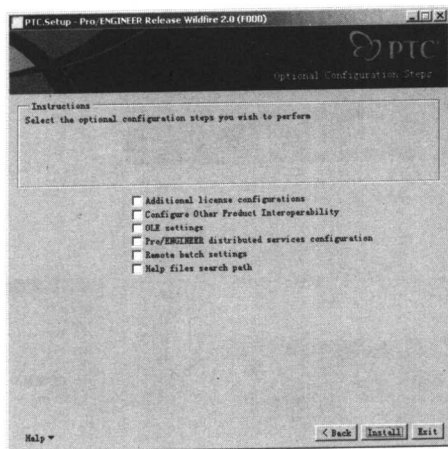
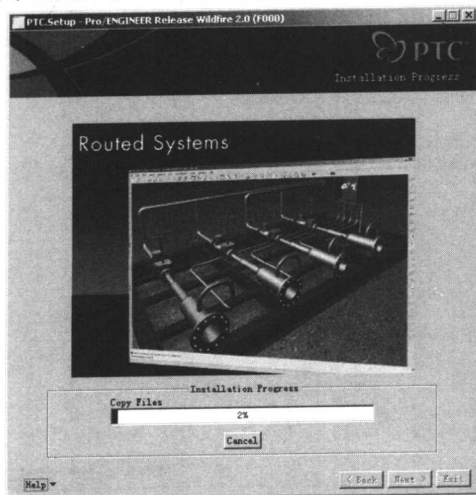

图 1.8 设定可选的运行环境
图 1.9 安装过程
(10) 在如图 1.8 所示的对话框中选择程序执行时是自动执行还是自行设置，通常保持默认选项即可。
在如图 1.8 所示的对话框中包含如下 6 个复选框：
(11) 在如图 1.8 所示的对话框中单击“Install”(安装)按钮，即可开始安装 Pro/ENGINEER Wildfire 2.0，安装过程如图 1.9 所示。